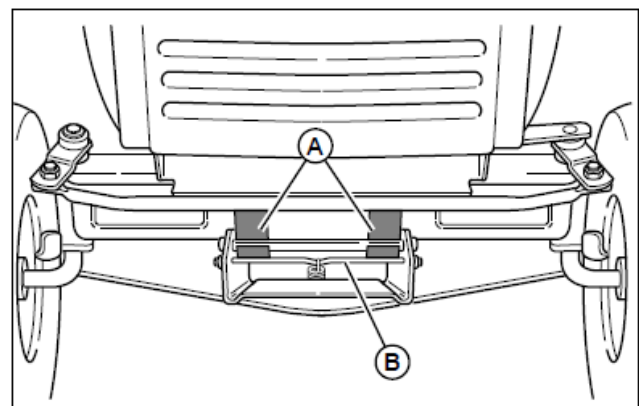

図 12 モアヒッチ
6. ハンドルで前輪をまっすぐとして、スプリング付レバー(図 12 の B)を引き下ろします。
3. 図 12 のようにハンドルを真っ直ぐとし、スプリング付レバー(B)をモアヒッチに持ち上げます。正しくモアヒッチをフロント
8. ハンドルで前輪をまっすぐとして、スプリング付レバー(図 12 の B)を引き下ろします。
3. 図 12 のようにハンドルを真っ直ぐとし、スプ